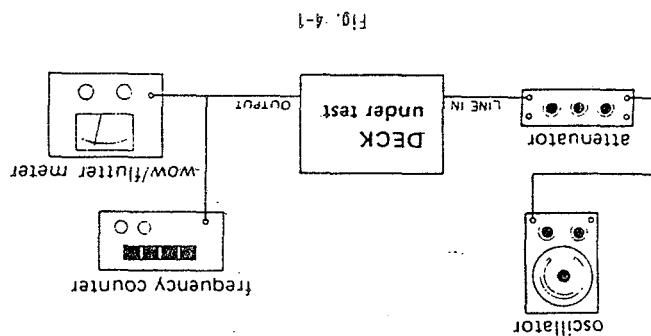

Fig. 4-1
1. Connect a wow-and-flutter meter to the deck as shown in Fig. 4-1.
1. 図 4-1 のように ヲウ・フラッターメータを接続する。
1. Connect a frequency counter to the deck as shown in Fig. 4-1.
1. 図 4-1 のように周波数カウンタを接続する。